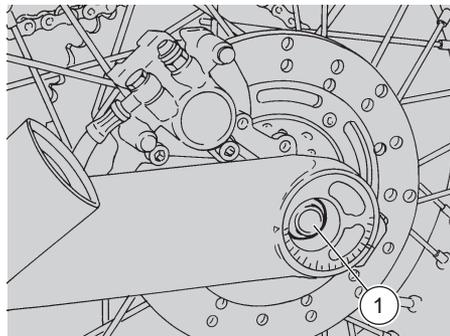

Fig. 32
- ◆ Extract the pin (1-Fig. 32).
- ◆ Insert the pin (1-Fig. 32).
- ◆ Tighten the nut (1-Fig. 32).